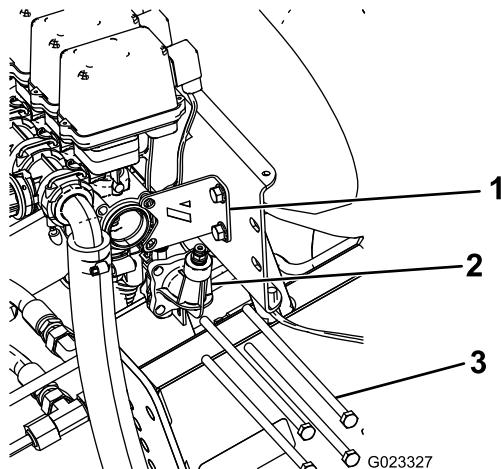

Figura 10
1. Retire los 4 pernos largos que sujetan el conector del manómetro a las válvulas de los brazos y deséchelos (Figura 10). Guarde las arandelas planas y las tuercas.
2. Retire y guarde los 2 pernos y tuercas que sujetan el refuerzo al conjunto de las válvulas (Figura 10).